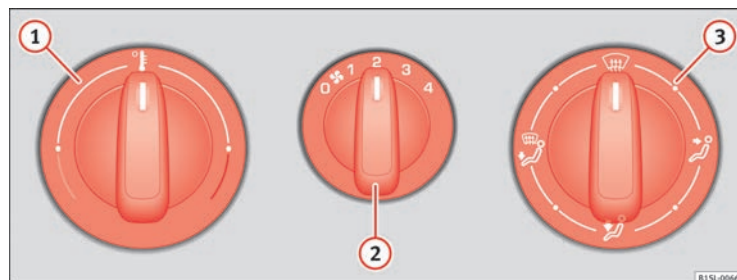
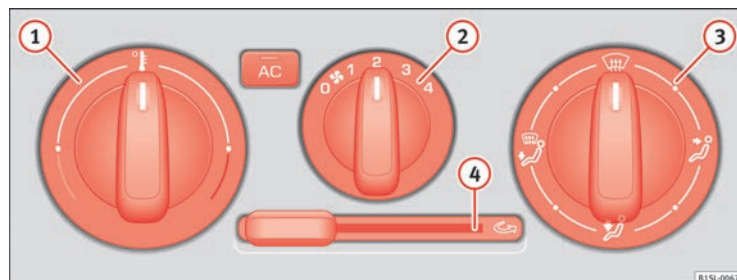

Fig. 98 Dans la console centrale : Commande rotative du système de chauffage et d'air frais.
Fig. 99 Dans la console centrale : Commandes du climatiseur.
Touche, régulateur	Informations complémentaires. Système de chauffage et de ventilation ⇒ fig. 98 et climatiseur ⇒ fig. 99.
- Réglez le ventilateur ⇒ fig. 98 ② sur le niveau 1 ou 2.
- Placez le bouton de réglage de la température ⇒ fig. 98 ① sur la position centrale.
- Tournez le régulateur de répartition d'air ⇒ fig. 98 ③ sur la position de dégivrage.
Activer : Déplacez le régulateur à coulisse ⇒ fig. 99 4 jusqu'en butée vers la droite.
Désactiver : Déplacez le régulateur à coulisse ⇒ fig. 99 4 jusqu'en butée vers la gauche. ▶